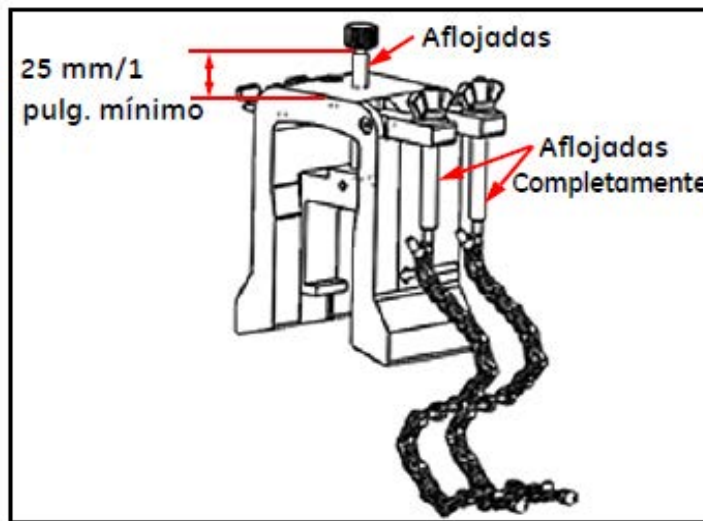

Figura 25: Rosca y hembrillas del yugo aflojadas
1. Afloje la rosca del yugo al menos 25 mm/1 pulg. (completamente para las tuberías de <50 mm/2 pulg.) y afloje totalmente las hembrillas (véase Figura 25 más abajo).